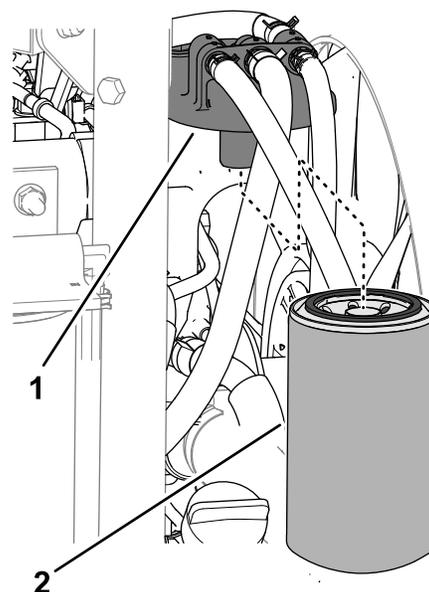

Figura 121
- Pulite le superfici circostanti la testa del filtro del carburante (Figura 121).
- Togliete il filtro e pulite la superficie di montaggio della testa del filtro (Figura 121).